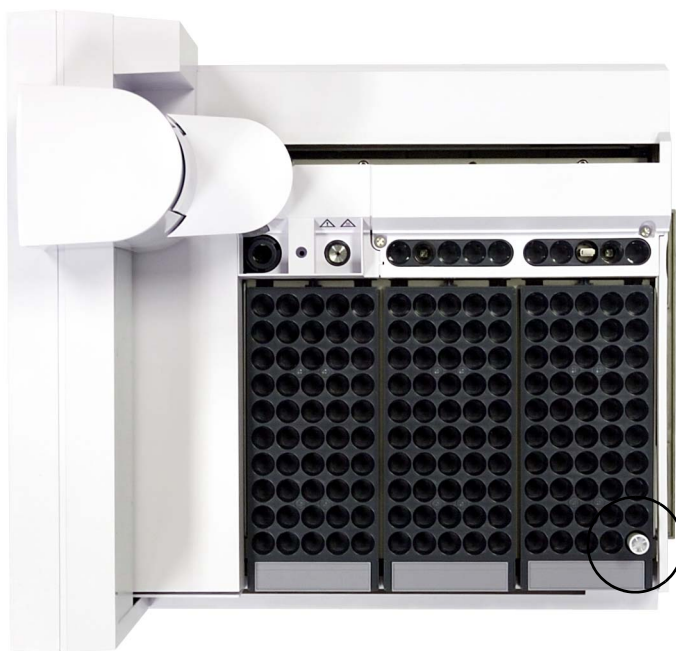

図 149    トレイポジション 1
- 1 キャリブレーションバイアル (G4514-40588) をトレイポジション 1 に配置します (図 149 を参照)。